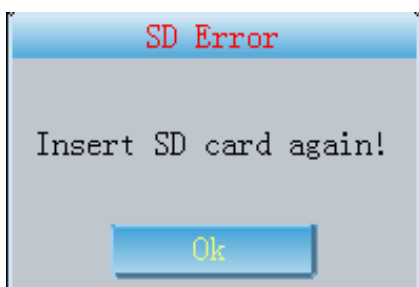

Fig. 13-11-3
- 3 Quando il sistema entra nell’Archive Management, compare l’avviso come da Fig.13-11-3, si prega di reinserire la SD card.